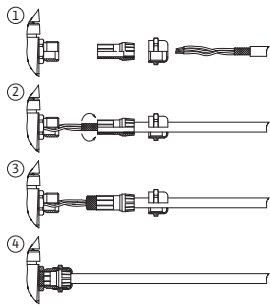

Fig. 25: Кабельний екран
Екран під'єднується до кабельного вводу електронного модуля. Див. Fig. 25.
Кабелі цифрових і аналогових входів, а також кабелі для шинної комунікації мають екрануватися з під'єднанням до металевого кабельного нарізного з'єднання кабельного вводу (Fig. 19, поз. 4, 5 і 6). Екранування, див. Fig. 25.
1. Обережно відкрити фіксатори (Fig. 25) інструментом (наприклад, викруткою).